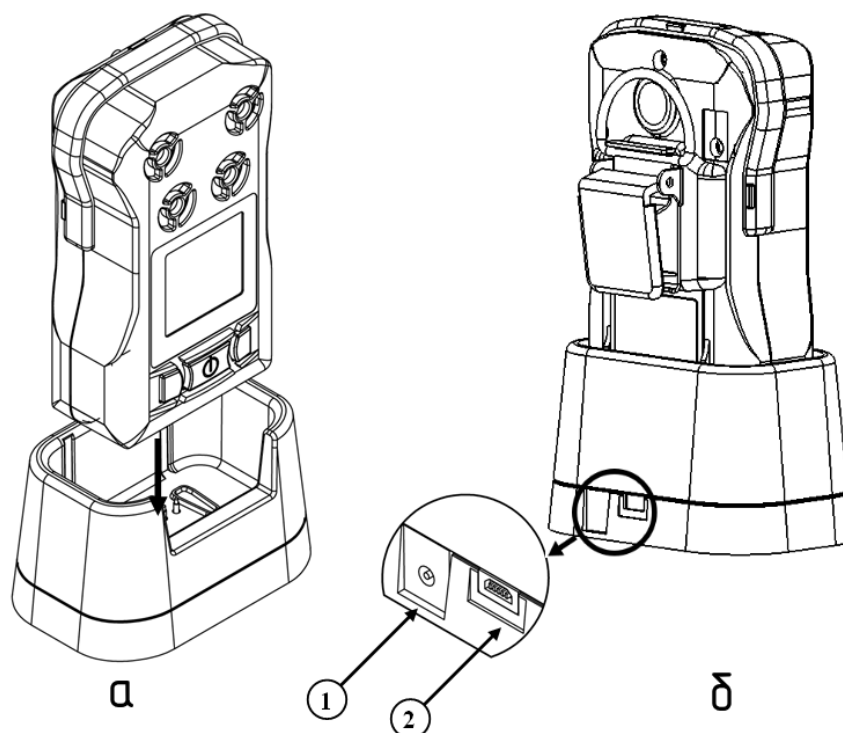

Рисунок 11 – Подключение прибора к док-станции
3.5.1 Заряд аккумуляторной батареи прибора должен производиться вне взрывоопасной зоны при помощи док-станции (рисунок 11) или автоматической зарядной станции ЗС-GS20. Для заряда к док-станции необходимо подключить зарядное устройство (разъем (1) рисунок 11б), плотно вставить прибор до появления короткого звукового сигнала.
При подключении к персональному компьютеру (далее - ПК) прибор необходимо поместить в док-станцию и подключить USB-кабель к разъему (2) на рисунок 11б.